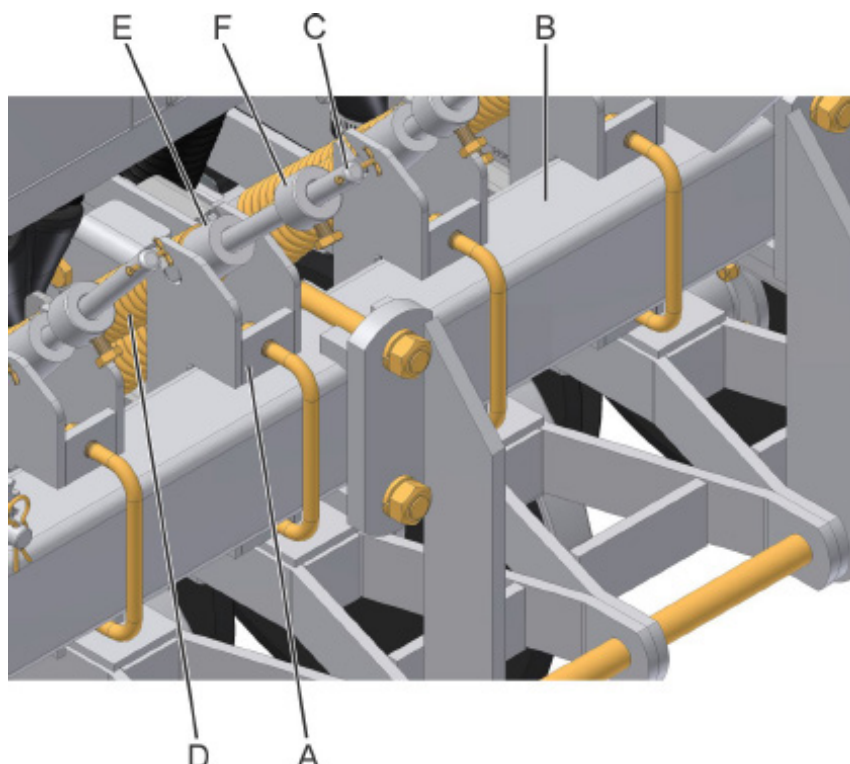

fig. 10
- 1-** Monte los soportes articuladores de las hileras (A) (fig. 10), en el tubo trasero del chasis (B), dejándolos ligeramente apretados;
- 2-** Con la sembradora aún suspendida en los caballetes, coloque las varillas (C) con los resortes (D) en el orificio del articulador (E) y fije las varillas en la línea surcadora usando los tornillos y tuercas;
- 4-** Retire los caballetes y baje la sembradora hasta el suelo. Haga el reaprieto final de todos los componentes y fije los bujes (F) y coloque las clavijas en el agujero superior de las varillas;